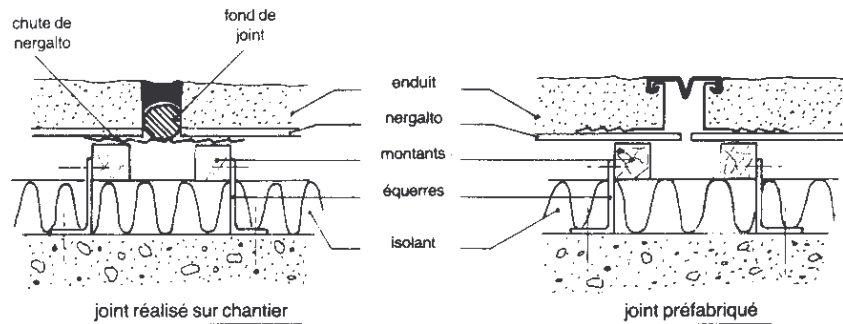

Fig. 11
- réalisés en place en maintenant le fond de joint par une bande de treillis métallique placée avant le Nergalto. L'emplacement du joint sera alors réservé par une règle parfaitement droite d'épaisseur correspondante (fig. 11).